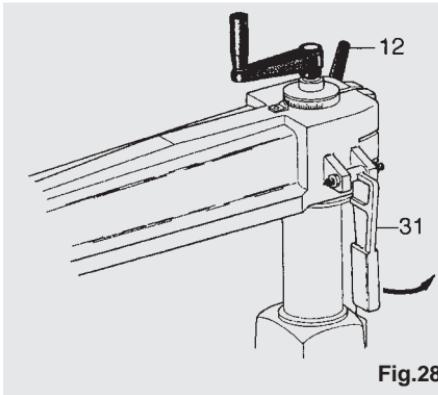

Fig.28
For drejning af bæreammen på søjlen henvises der til fig. 28, hvor man ser det selvcentrerende låsehåndtag (31) og spændehandtaget (12) som skal løsnes og spændes. Låsehåndtaget (31) må kun drejes op og ned når spændehandtaget (12) er løsnet, for at man kan udnytte låsehåndtagets selvcentrerende funktion.